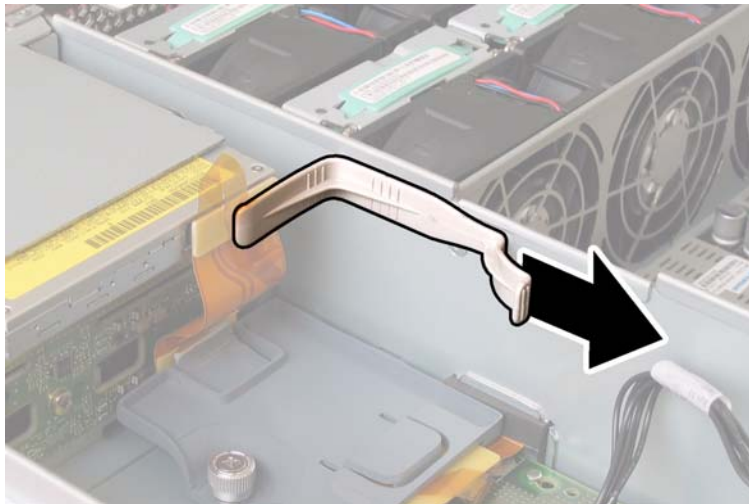

ABBILDUNG 4-61 Entfernen des oberen Kabelhalters
8. Entfernen Sie den oberen Kabelhalter aus dem Gehäuse. Drücken Sie den Kabelhalter zur Rückseite des Gehäuses, damit er aus den drei versetzten Öffnungen in der Gehäusezwischenwand freikommt. Siehe ABBILDUNG 4-61.